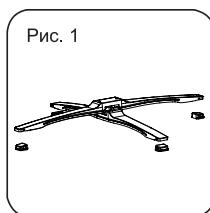

Рис. 1
- Вставьте пластиковые ножки и соберите опору (16), установите опору (16) на ровной сухой поверхности (рис. 1).